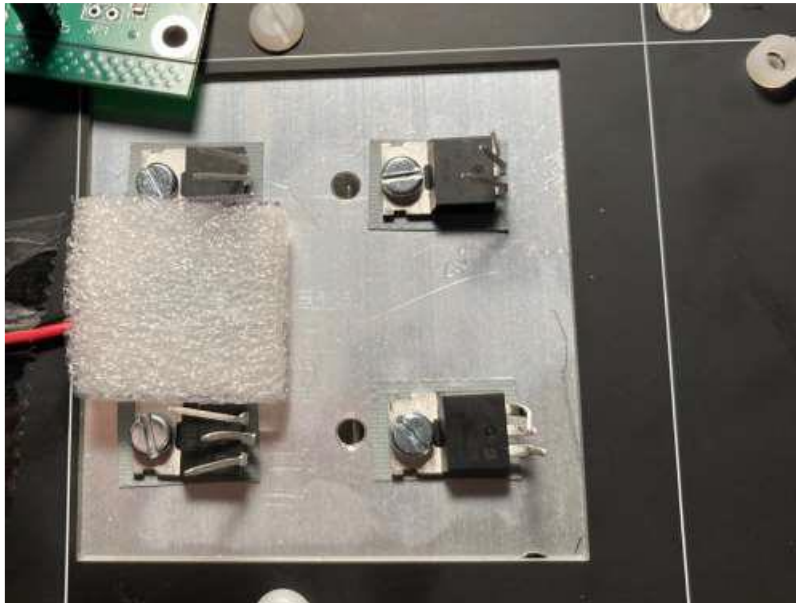

Figure 8-9. Placing the diode board on heatsink.
□ Bend the legs of the IRF510s upward at a right angle. A good way to do this is with a pair of needle nosed pliers. With the jaws of the pliers in line with the lead to be bent, grasp the lead about 1/16" from the body of the IRF510 and bend up 90°. Repeat for all other IRF510 leads. When finished, your transistor leads will look similar to those seen in Figure 8-9.
IRF510 の脚を直角に上向きに曲げます。この作業には、ラジオペンチを使うのが便利です。ペンチのあごを曲げるリード線に合わせ、IRF510 本体から約 1/16 インチ離れたところでリード線をつかみ、90 度曲げます。他のすべての IRF510 リード線についても繰り返します。終了すると、トランジスタ リード線は図 8-9 のようになります。
□ Before securing the PA board in place, place the Diode Board *component side down* against the heat sink, directly under where T5 is located when the PCB is in position. Place a square of closed-cell foam between the PA board and the Diode board. This applies pressure to hold the Diode board in place against the heat sink. You can hold the diode board in place by taping its leads to the back panel and placing the foam pad on top of the board. See Figure 8-9. (The red and black leads go to the diode board under the foam cell.)
PA ボードを固定する前に、ダイオード ボードの コンポーネント側を下にして、PCB が所定の位置にあるときに T5 が配置されている場所の真下に、ヒート シンクに対して配置します。PA ボードとダイオード ボードの間に、正方形の密閉セル フォームを配置します。これにより、圧力がかかり、ダイオード ボードがヒート シンクに対して所定の位置に保持されます。ダイオード ボードを所定の位置に保持するには、リード線を背面パネルにテープで貼り付け、ボードの上にフォーム パッドを配置します。図 8-9 を参照してください。(赤と黒のリード線は、フォーム セルの下のダイオード ボードに接続されます。)